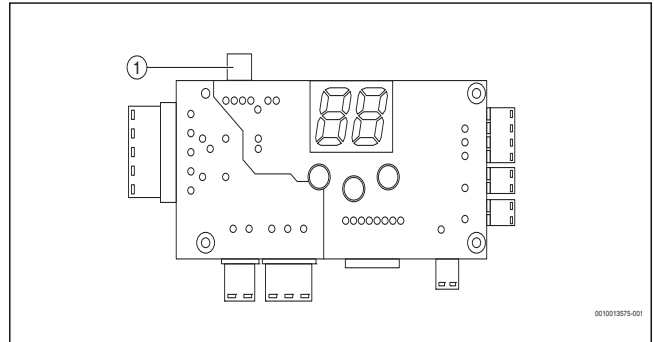
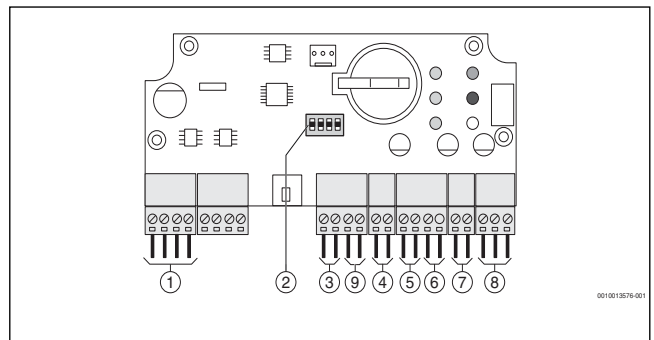

Bild 3 Anschluss D der Heizkesselbedieneinheit
Bild 4 Anschlüsse des EKR-Moduls
- ▶ Steuerung des Heizkessels (Anschluss D → Abb. 3) an den gekennzeichneten Klemmen des EKR-Moduls (Anschluss J1 → Abb. 4, [1]) mit dem Datenkabel verbinden. Das Datenkabel ist Bestandteil der Lieferung.